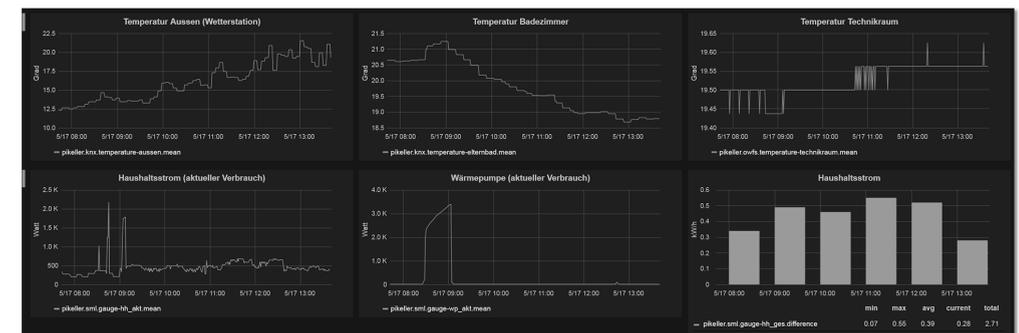

Abbildung 3.7 Smart Metering von Temperatur und Stromverbrauch
- ▶ Smart-Metering-Daten (Haushaltsstrom, Fotovoltaikanlage usw.) lassen sich auswerten, aufbereiten und in einer Visualisierung präsentieren (Abbildung 3.7).